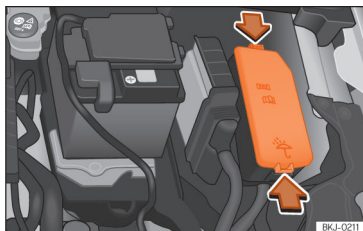

Fig. 49 No compartimento do motor: tampa da caixa de fusíveis.
- Pressione as patilhas de bloqueio para desbloquear a tampa da caixa de fusíveis »» **Fig. 49**.